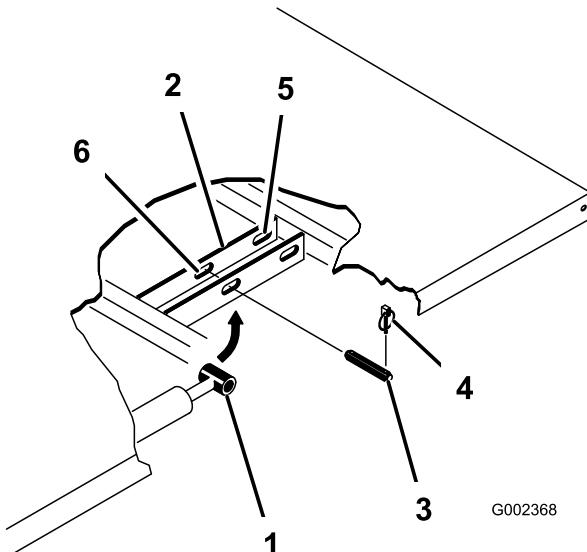

図34
- シリンダの外側端部からリンチピンを外す図34。
- シリンダロッドの端部を荷台取り付けプレートのスロットに固定しているクレビスピンドルを内側に押し込んで外す(図34)。
- ピボットブラケットをフレームに固定しているリンチピンとクレビスピンドルを外す図34。